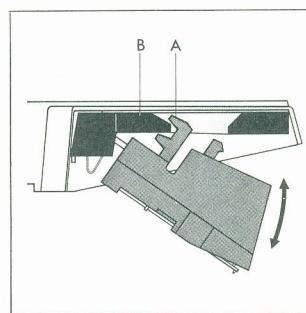

Fig. 3
Coja la cápsula con los dedos pulgares índice de la mano derecha, incline aquélla diagonalmente e introduzcalo en el cabezal del brazo fonocaptor de tal forma, que los nervios-guia (A) de la celula encajen totalmente con las entalladuras del cabezal (B) previstas a efecto. A continuación, presione la celula hacia atrás y ligeramente hacia arriba, hasta que quede fijada (Fig. 3). El nuevo sistema de anclaje entre cápsula y brazo hace innecesario el uso de tornillos, separadores y tuercas en el montaje. Y, lo más importante: al fijar el fonocaptor en el portacápsulas se ajusta automáticamente el lugar geométrico ideal de la aguja.